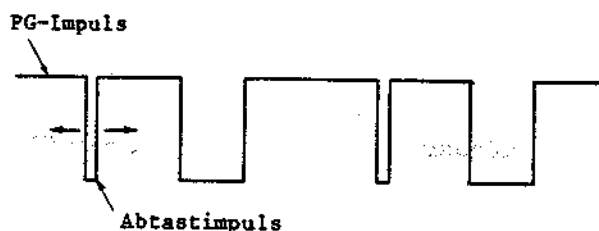

Abb. 4-104 Capstanmotor-Drehzahl (bei Kurzschluß)
##### (1) Capstanmotor-Drehzahl (Abb. 4-104, 4-105, 4-151)
7. Den CAPSTAN SPEED Regler (RT603) so abgleichen, daß der Abtastimpuls an dem Impulsgenerator-Impuls (PG-Impuls) stillsteht oder langsam bewegt wird (siehe Abb. 4-104).